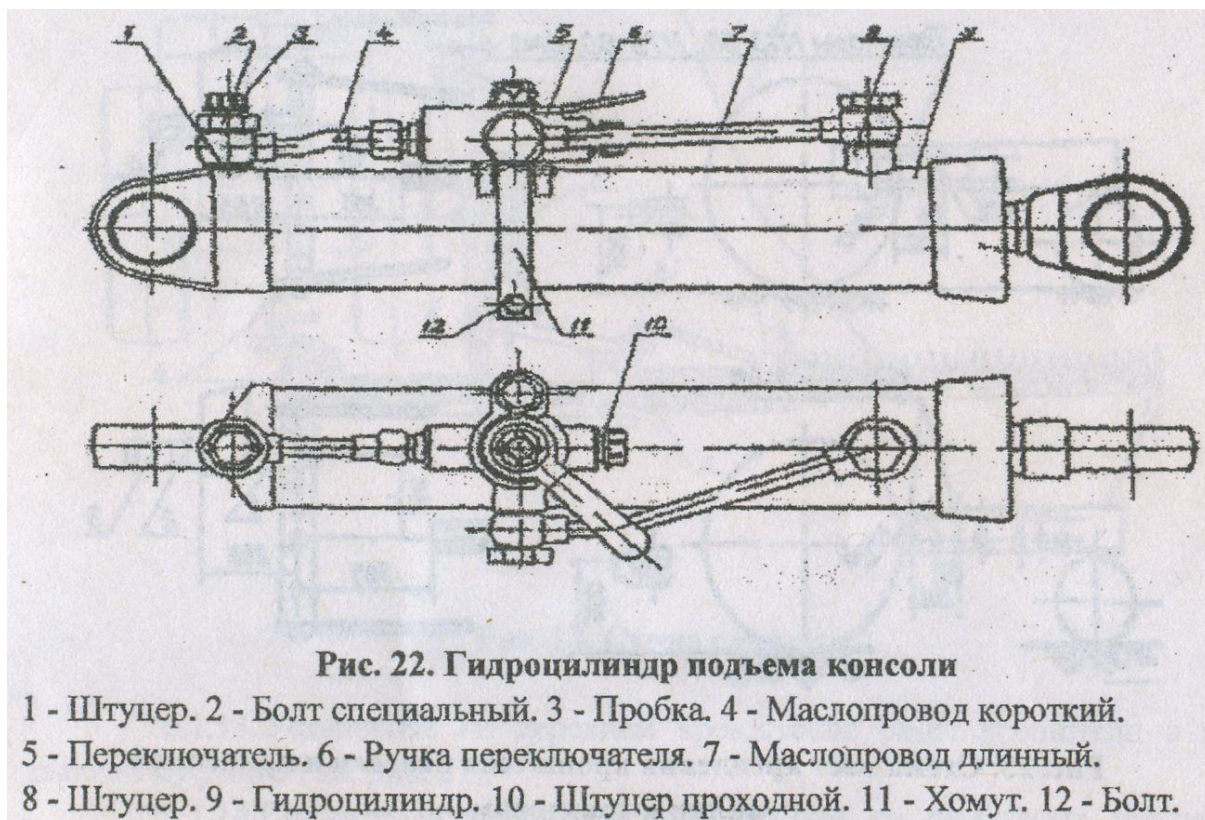

Рис. 22. Гидроцилиндр подъема консоли
4.6.4. Кран переключатель 9 блокирует гидроцилиндры 6 и 4. При повороте рукоятки крана переключателя 6 (рис. 22) назад работает только гидроцилиндр подъёма консоли, при повороте вперёд – только гидроцилиндр подъёма режущего аппарата. Во время работы и при ближних переездах включайте только гидроцилиндр подъёма режущего аппарата. Для установки машины в дальний транспорт необходимо включить ВОМ и убедиться, что головки ножей расположены в крайнем левом положении. В противном случае, валы эксцентрика каждого режущего аппарата поверните по часовой стрелке до достижения нужного положения ножа.